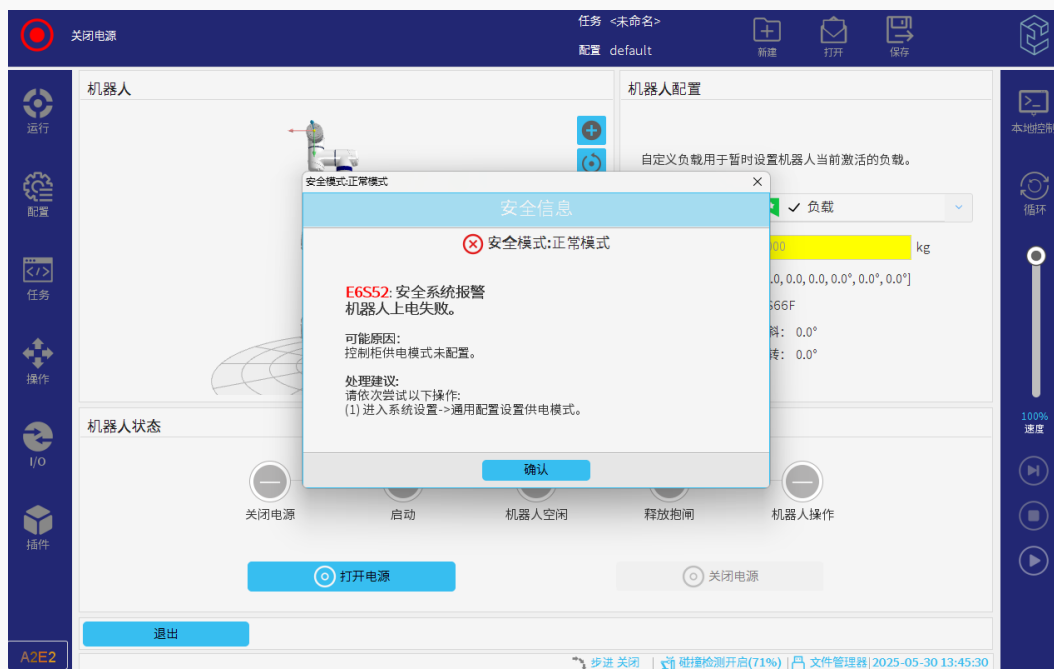

图 6-5: 上电失败报警
1. 若系统为未配置状态，此时上电会触发报警（见图 6-5），须进入本界面重新配置正确的供电方式。